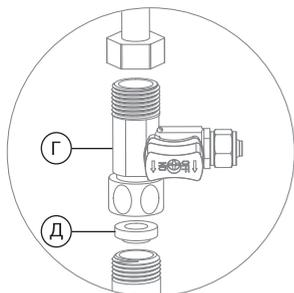

Рис. 7
1. Установите адаптер-вентиль (Г) между магистралью холодной воды и гибкой подводкой вашего смесителя. Уплотните соединение тройника-адаптера с магистралью при помощи поставляемого в комплекте уплотнительного кольца (Д) (рис. 7)